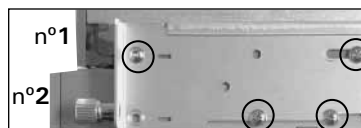

Figure 3
2. Montez le lecteur de disquettes ou un autre périphérique externe dans le plateau du lecteur. Si nécessaire, répétez la même opération pour l'autre lecteur. Remarque : le P160W est fourni avec un couvercle couleur pour lecteur de disquettes. Si vous souhaitez utiliser ce couvercle, laissez-lui suffisamment d'espace lors du montage du lecteur (comme indiqué par le n°1 dans la figure 3). Si vous souhaitez que le périphérique soit encastré dans la partie avant de la collerette, utilisez l'autre série de trous de montage (comme indiqué par le n°2 dans la figure 3).